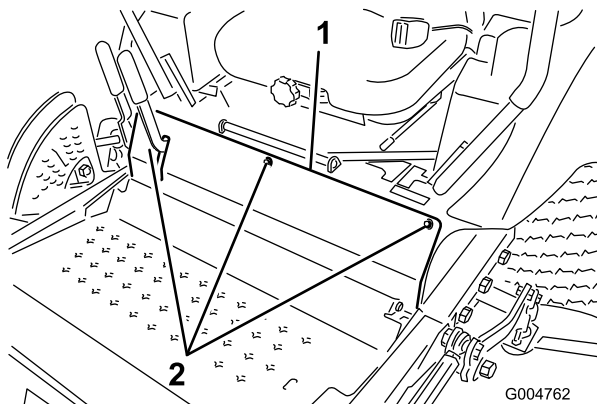

Bild 66
3. Nehmen Sie die Schrauben ab, mit denen die Frontplatte befestigt ist, und nehmen Sie sie ab (Bild 66).